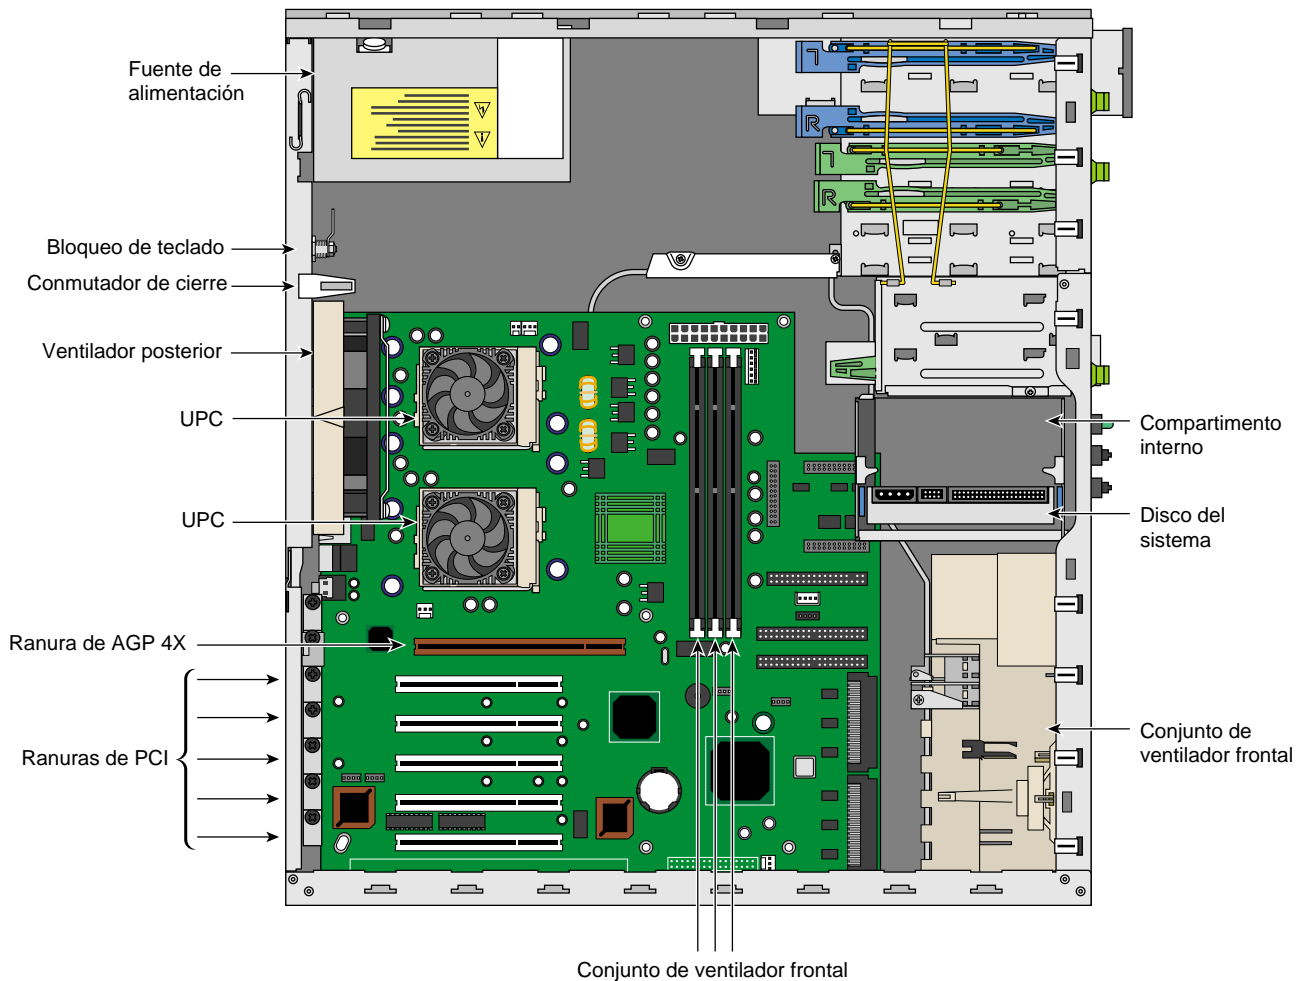

Figura 1-4 Estructura interna
En esta sección se describe la posición de los componentes principales dentro del chasis de la Silicon Graphics 330 Visual Workstation, como se muestra en la Figura 1-4.
- La Silicon Graphics 330 Visual Workstation se refrigera mediante tres ventiladores: uno frontal y dos posteriores (consulte la Figura 1-4). El ventilador frontal introduce el aire frío en el chasis y los dos posteriores extraen el aire caliente de éste. Uno de estos ventiladores está colocado en el panel posterior y el otro en la fuente de alimentación.